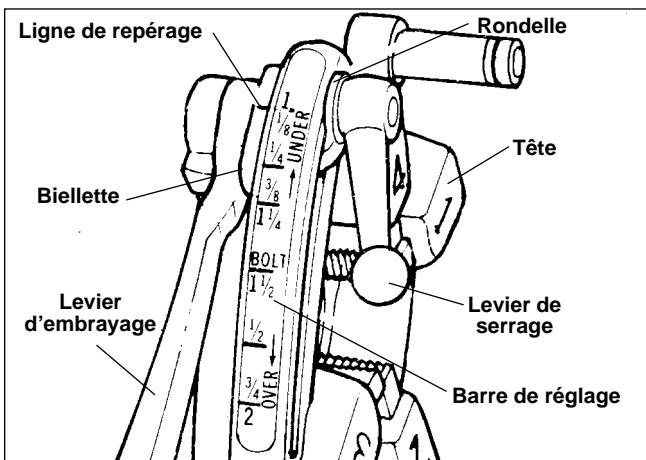

Figure 9 – Tête de filière universelle à ouverture rapide
- Tête de filière à ouverture rapide N° 811A (*Figure 9*) – Lorsque l'extrémité du tuyau en cours de filetage arrive à fleur de l'extrémité de la filière numéro 1, tournez le levier d'embrayage à la position OPEN (ouvrir) pour ramener les filières.
La tête de filière universelle N° 811A (*Figure 9*) pour filetages à droite utilise quatre jeux de filières pour couvrir le filetage des tuyaux allant de ¼ à 2 po de diamètre. Un jeu de filières est nécessaire pour chacune des sections suivantes : (¼ po), (½ à ¾ po), 1½ à 2 po) et (1 à 2 po). Le filetage des tiges nécessite un jeu de filières spécial pour chaque section de tige. Il n'est pas prévu de filières à boulons pour les têtes de filière universelles à filetage à gauche.